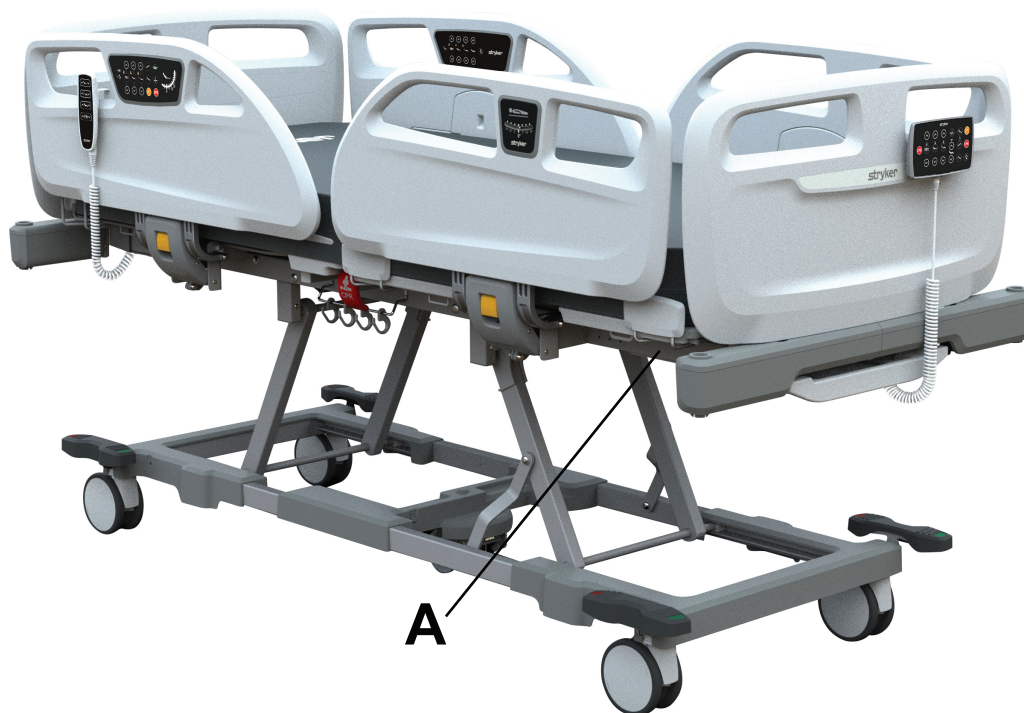

Figura 6 – Localização do número de série da Stryker e da etiqueta de especificações
O número de série da Stryker e a etiqueta de especificações (A) situam-se abaixo da grade lateral do doente, próximo da extremidade do lado dos pés do produto (Figura 6).